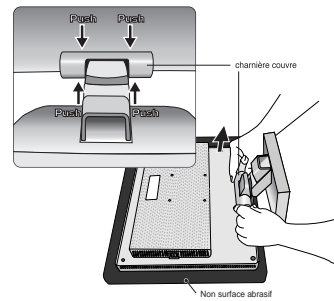

Figure R.1
2. La charnière de remove couvre (Figure R.1).
3. Retirez le couvercle arrière et le couvercle du câble (Figure R.1).